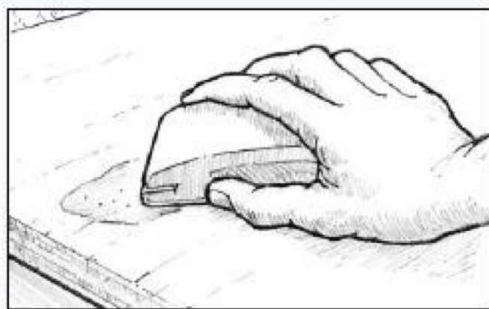

Рисунок 8-16 Шлифуйте застывший материал, чтобы добиться необходимого результата
6. Отшлифуйте материал, сравнивая его уровень с уровнем окружающей поверхности (Рисунок 8-16). Если нужно удалить большое количество материала, начните работать абразивной бумагой P50. По мере приближения к желаемому результату используйте абразивную бумагу P80. ВНИМАНИЕ! Не забывайте использовать защитную маску. Убирайте пыль от шлифовки и заполните все оставшиеся поры, следуя такой же процедуре.